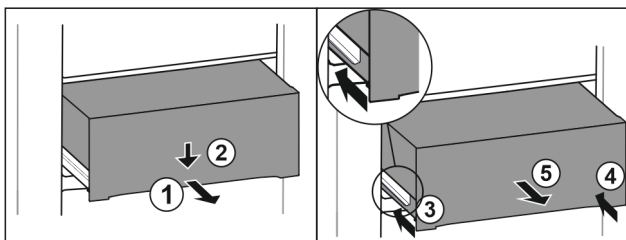

Fig. 189
- ▶ Izvucite ladicu na pola. Fig. 189 (1)
- ▶ Pritisnite ladicu naprijed prema dolje. Fig. 189 (2)
- ▶ Gurnite lijevu vodilicu za oko 2 cm. Fig. 189 (3)
- ▶ Gurnite desnu vodilicu za oko 2 cm. Fig. 189 (4)
- ▶ Izvadite ladicu prema naprijed. Fig. 189 (5)